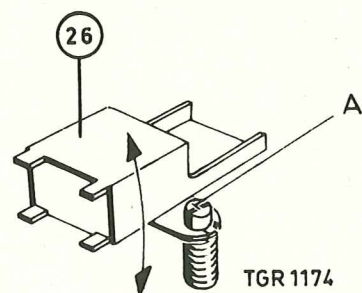

Fig. 6
- . Régler à la tension de sortie maximale au moyen de la vis A (fig. 6)